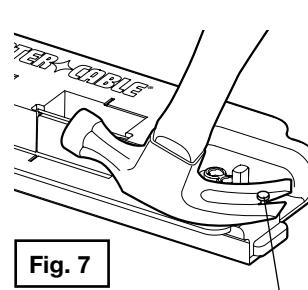
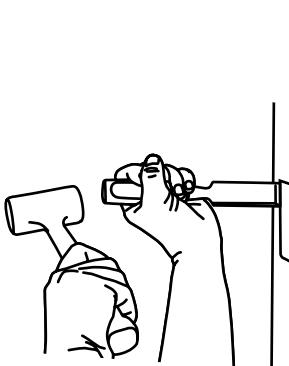

Fig. 7
Fig. 8
NOTE: If single-headed replacement nails are used, insert claw hammer under the lip (J) Fig. 7 that extends off the end of the template to raise nail head above template. Then insert claw under the nail head (K) Fig. 8 and carefully remove nail.
REMARQUE : si des clous de rechange à tête unique sont utilisés, insérer le marteau à panne fendue sous le rebord (J), **fig. 7**, qui fait saillie à l'extrémité du gabarit, pour relever la tête du clou au-dessus du gabarit. Insérer ensuite la panne fendue sous la tête du clou (K), **fig. 8**, puis le retirer soigneusement.
NOTA: Si utilizan clavos de repuesto de una sola cabeza, inserte el martillo de orejas debajo del borde (J) **Fig. 7** que se extiende hacia afuera del extremo de la plantilla para levantar la cabeza del clavo por encima de la plantilla. Luego inserte las orejas del martillo debajo de la cabeza del clavo (K) **Fig. 8** y retírela cuidadosamente.